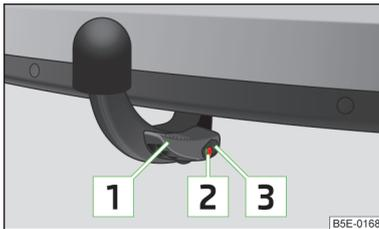

Abb. 155
- ✓ Der Hebel **1** befindet sich ganz oben » Abb. 155.